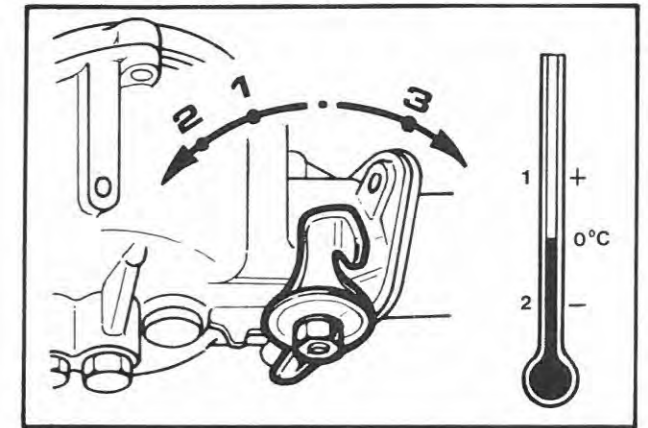

Fig. 39
A partir des matricules 1091378 pour les moteurs LA 205 et 1103476 pour les moteurs LA 250 et 1114200 pour les moteurs LA 300 a commencé le montage d'un papillon starter de forme différente et d'un levier commande papillon avec fermeture à deux positions qui permet le démarrage: (1) températures supérieures à 0°C.; (2) inférieures à 0°C.; (3) position de marche (Fig. 39). Les pièces sont interchangeables avec les précédentes. Nous conseillons l'introduction de la modification dans le cas que le moteur doit démarrer à des températures inférieures à 0°C.-
- Starting from engine models 205 S.N° 1091378 - 250 S.N° 1103476 - 300 S.N° 1114200 a new type of choke valve and choke lever have been introduced: two starting positions: (1) engine starting at temperatures above 0°C; (2) starting at temperatures below 0°C; (3) running position (Fig. 39). Components are interchangeable with non-modified parts, but it is advisable to modify carburetors of engines starting at temperatures below 0°C.
- Beachten, daß die Starterklappe nicht abgenutzt ist und daß sie leicht verstellbar ist. Bei den Motoren 205 nach der Matr.Nr. 1091378, 250 nach der Matr.-Nr. 1103476 und 300 nach der Matr.-Nr. 1114200 wurden veränderte Starterklappen und Starterklappenhebel eingebaut. Die neue Vorrichtung kann in zwei Stellungen geschlossen werden, um den Anlaß zu ermöglichen: 1) für Temperaturen über 0°C; 2) unter 0°C; 3) ist die Stellung "Laufen" (Abb.39). Die Teile sind mit denen alten Types austauschbar. Es wird empfohlen, die Änderung einzuführen, falls der Motor unter 0°C anspringen soll.